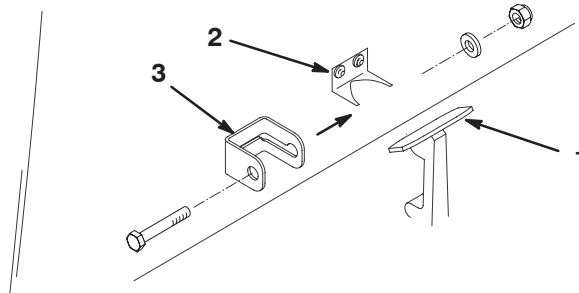

**Figure 3**
2. Vérifiez que la machine est de niveau en plaçant un inclinomètre à main (fourni avec la machine) sur la traverse de châssis près du réservoir de carburant (Fig. 3). L'inclinomètre doit indiquer zéro degré vu de la position de conduite.